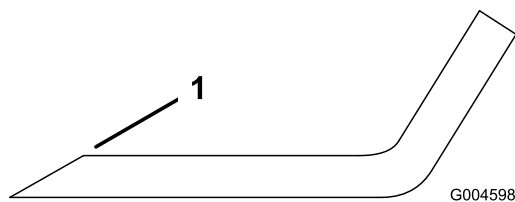

Bild 34
- Schärfen Sie die Schnittkante an beiden Enden des Schnittmessers mit einer Feile (Bild 34). Behalten Sie den ursprünglichen Winkel bei. Das Messer bleibt ausgewuchtet, wenn Sie die gleiche Menge Metall von beiden Schnittkanten entfernen.